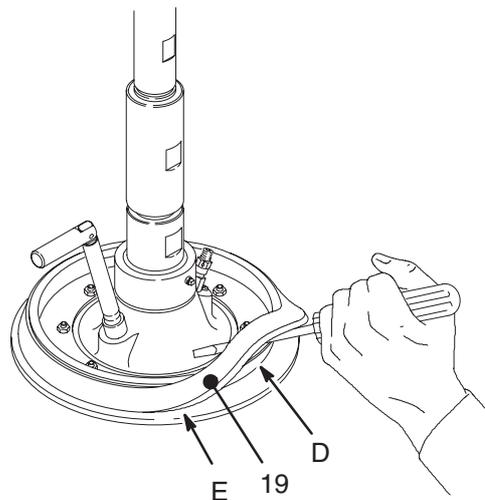
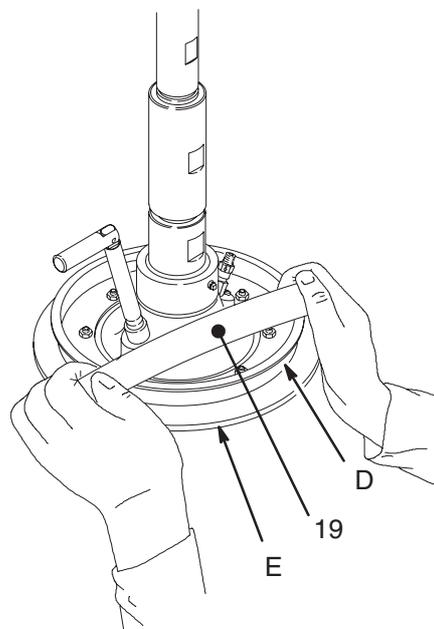
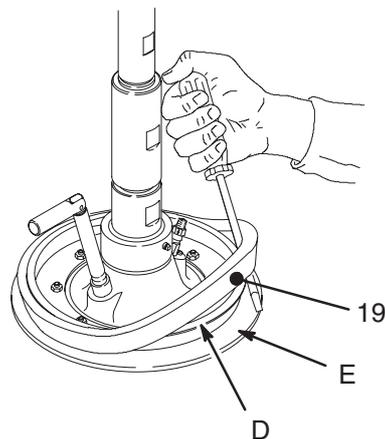

Fig. 6
Fig. 7
Fig. 8
- a. **Para utilizar el plato con latas de paredes rectas, es necesario invertir** el espaciador grande (19). *Trabajando desde la parte inferior*, utilice un destornillador para aflojar el espaciador. Muévelo hacia arriba hasta que sobrepase completamente la brida (D) del plato seguidor. Vea la Fig. 6. A continuación, con la mano, incline el espaciador y sáquelo del plato, tirando de él hacia abajo hasta pasarlo sobre la brida y los seguidores inferiores (E). Vea la Fig. 7. Dé la vuelta al espaciador de forma que el diámetro grande quede dirigido **hacia arriba**. Mueva a mano el espaciador hacia arriba, pasándolo sobre el plato espaciador, de forma que sobrepase completamente la brida (D) del plato seguidor. *Trabajando desde la parte superior*, utilice un destornillador para colocar el espaciador entre la brida (D) y los seguidores (E). Vea la Fig. 8.
- b. **Para utilizar el plato seguidor con latas de paredes no rectas**, es necesario desmontar el espaciador grande (19). *Trabajando desde la parte inferior*, utilice un destornillador para aflojar el espaciador. Mueva éste hacia arriba hasta que sobrepase completamente la brida (D) del plato seguidor. Vea la Fig. 6. A continuación, con la mano, incline el espaciador y sáquelo del plato, tirando de él hacia abajo hasta pasarlo sobre la brida y los seguidores inferiores (E). Vea la Fig. 7. Guarde el espaciador, pues será necesario en otras aplicaciones.
1 Para utilizar los platos modelos 222812 y 235516 con latas de superficies no rectas, el espaciador (19) debe ser desmontado. Vea la página 8, y las Figs. 6–8.